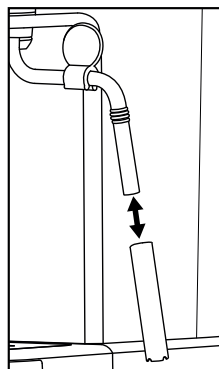

Figura 1
- 5) Sfilare l'involucro del montalatte 10 (Figura 1) e pulirlo accuratamente in acqua calda.
- 7) Far scorrere nuovamente l'involucro sull'ugello (Figura 1).